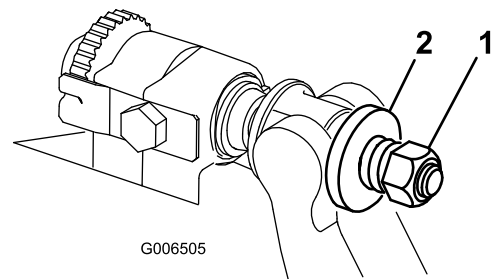

Figura 39
4. Aperte a porca da mola tensora até que a mola fique recolhida; em seguida, desaperte meia volta (Figura 39).